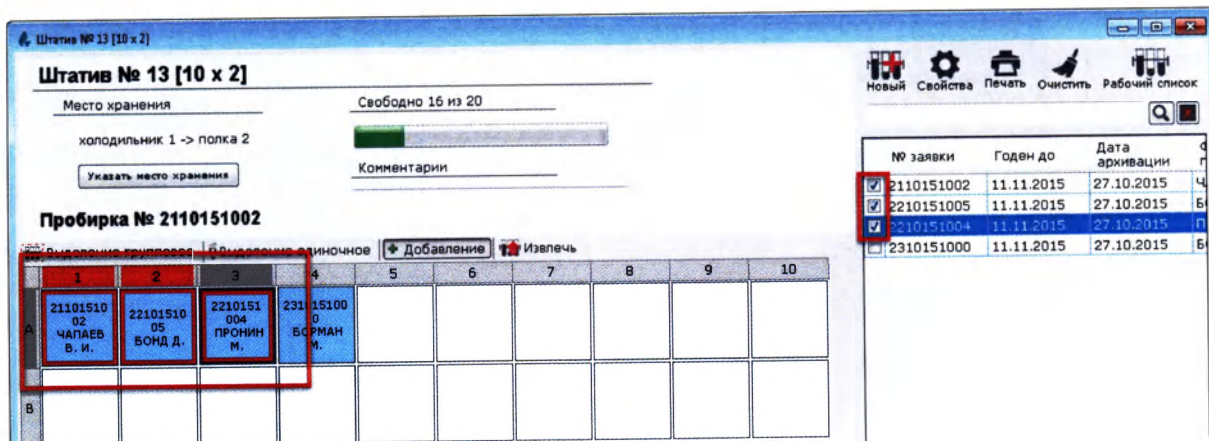

Рисунок 13.31
2. Отсканируйте группу пробирок, найденные пробирки будут выделены в штативе и списке пробирок (Рисунок 13.31):